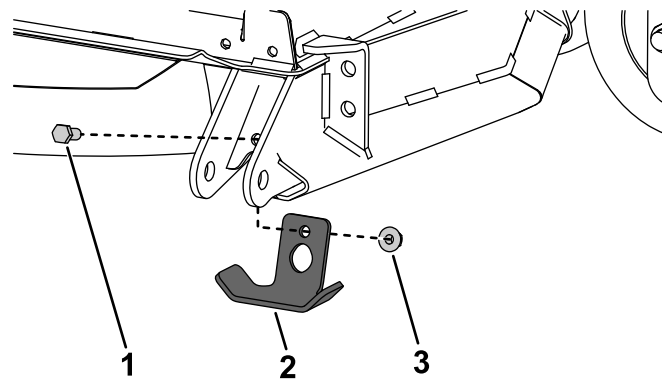

Figure 8
2. Retirez les fixations qui retiennent le patin de protection existants sur le plateau de coupe (Figure 8).